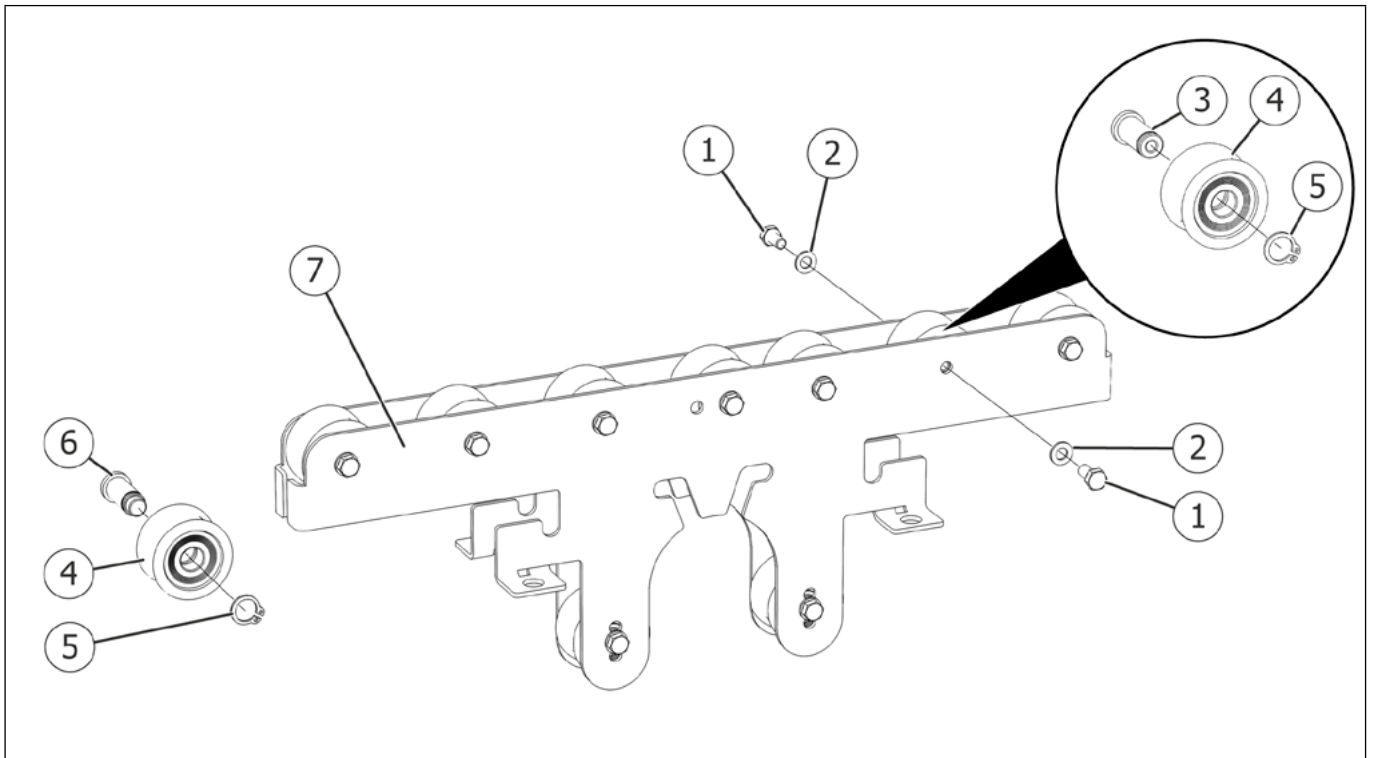

Fig. 9
1. De chaque côté de la lame, dévisser les vis à tête hexagonale (Fig. 9/1) et les retirer avec les rondelles (Fig. 9/2).
2. Retirer le galet à joues (Fig. 9/4) de l'ensemble à lame (Fig. 9/7).
3. Desserrer le circlip (Fig. 9/5) et retirer l'axe de roulement de lame (Fig. 9/3) du galet à joues.
4. Desserrer le circlip (Fig. 9/5) et retirer l'axe de roulement (Fig. 9/6) du galet à joues.
5. Insérer l'axe de roulement (Fig. 9/6) dans le nouveau galet à joues (Fig. 9/4) et monter le circlip (Fig. 9/5) sur l'axe de roulement.
6. Mettre le galet à joues avec l'axe de roulement en position de montage dans l'ensemble à lame et le visser des deux côtés avec des vis à tête hexagonale (Fig. 9/1) et des rondelles (Fig. 9/2).
7. Insérer l'axe de roulement (Fig. 9/6) dans le nouveau galet à joues (Fig. 9/4) et monter le circlip (Fig. 9/5) sur l'axe de roulement.